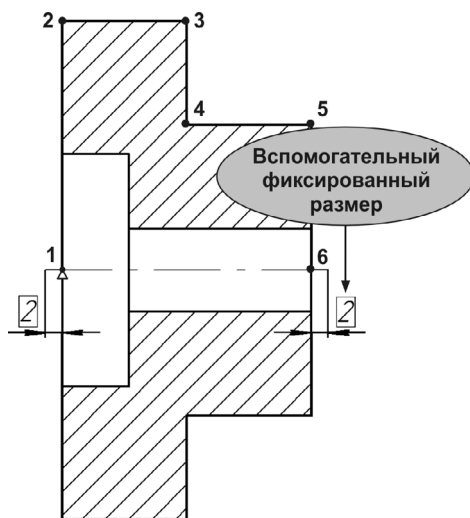

Рис. 61.22.
Диалог будет закрыт. На экране появятся объекты, находящиеся на слое 1. Это два фиксированных линейных размера 2 мм (рис. 61.22). Правый размер обеспечивает постоянное продление осевой линии за отрезок 5–6 на величину 2 мм.
7. Проставьте в задании линейные размеры 2 мм, как это показано на рис. 61.22 и зафиксируйте их.